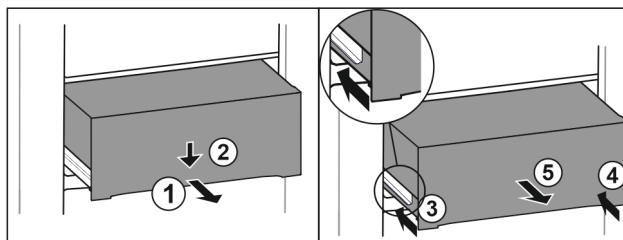

Fig. 135
- Schubfach halb herausziehen. Fig. 135 (1)
- Schubfach an der Vorderseite nach unten drücken. Fig. 135 (2)
- Linke Schiene etwa 2 cm einschieben. Fig. 135 (3)
- Rechte Schiene etwa 2 cm einschieben. Fig. 135 (4)
- Schubfach nach vorne entnehmen. Fig. 135 (5)